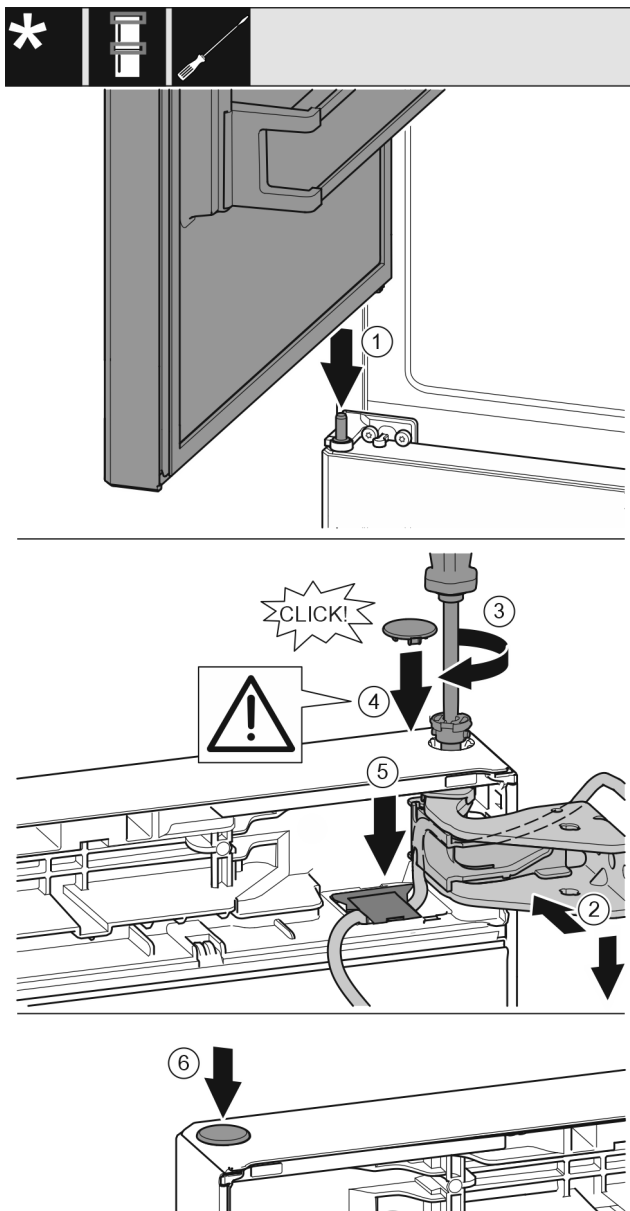

Fig. 42
- ▶ Установите верхнюю дверь на средний опорный палец Fig. 42 (1)
- ▶ Выровняйте дверь вверху по отверстию в опорном кронштейне. Fig. 42 (2)
- ▶ Вставьте палец и затяните отверткой T15. Fig. 42 (3)
- ▶ Установите предохранительную крышку для защиты двери: Вставьте предохранительную крышку и проверьте, прилегает ли она к двери. В ином случае вставьте палец полностью. Fig. 42 (4)
- ▶ Установите крышку и нажмите вниз до момента фиксации. Fig. 42 (5)
- ▶ Вставьте заглушку. Fig. 42 (6)